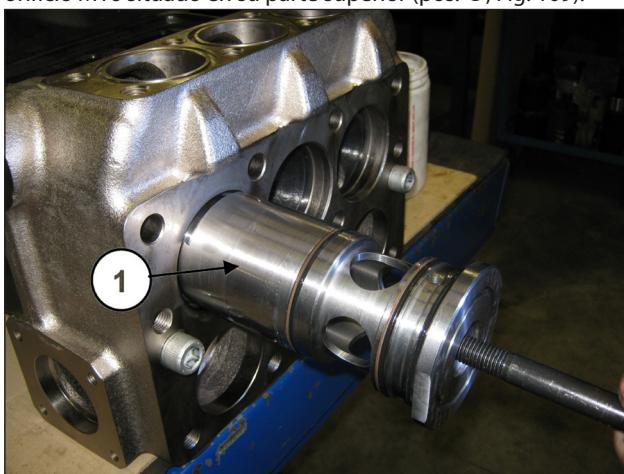

Fig. 109
Extraer los casquillos de retén de las juntas de la cabeza aplicando un extractor de percusión (cód. 27929400) en el orificio M16 situado en su parte superior (pos. ①, Fig. 109).